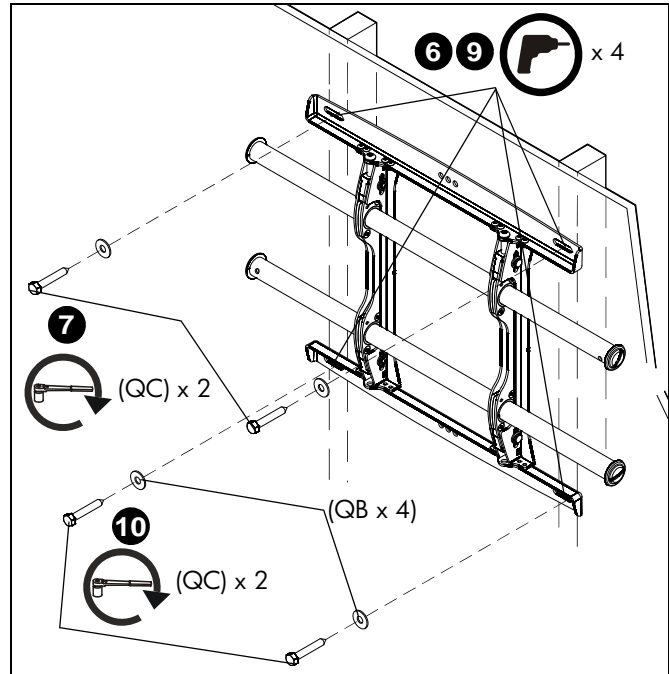

рис. 7
7. Прикрепите к стене верхние стороны обоих кронштейнов болтами 5/16 x 2-1/2" (QC) с плоскими шайбами 5/16" (QB). (См. рис. 7)
8. Отметьте точки размещения нижних монтажных отверстий и убедитесь в том, что эти точки расположены на стойках каркаса. (См. рис. 7)
9. Просверлите направляющие отверстия диаметром 7/32" в местах, отмеченных для нижних монтажных отверстий. (См. рис. 7)
10. С помощью двух болтов 5/16 x 2-1/2" (QC) и двух плоских шайб 5/16" (QB) прикрепите крепление через нижние монтажные отверстия. (См. рис. 7)